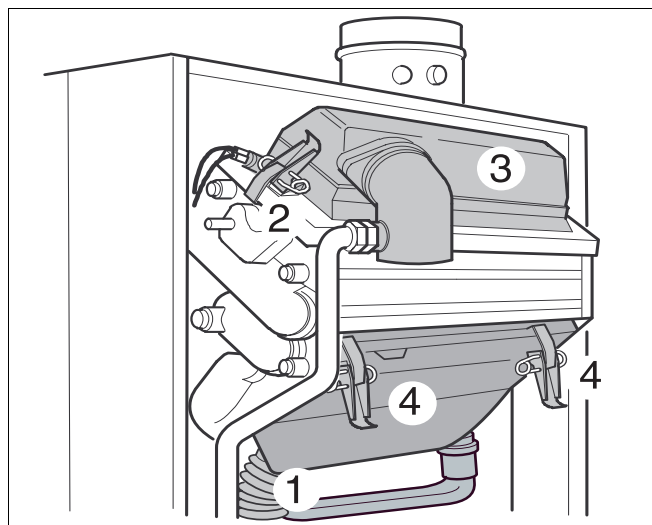

Fig. 38 Rimozione della copertura e della piastra di raccolta della condensa
- Rimuovere il sifone (fig. 38, pos. 1).
- Rimuovere i fermagli di fissaggio (fig. 38, pos. 2) dalla copertura del bruciatore ed estrarre sia la copertura del bruciatore sia il bruciatore (fig. 38, pos. 3).
- Rimuovere i fermagli di fissaggio (fig. 38, pos. 4) dalla piastra di raccolta della condensa ed estrarla.